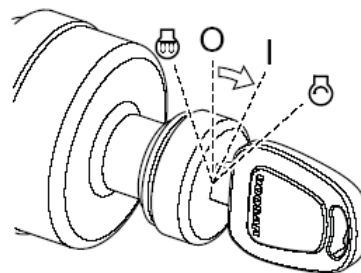

Рис. 2
4. Повернуть ключ стартера в положение "I" (Включен), рис. 2. Проверить все световые индикаторы. Предупреждающий сигнал будет звучать в течение 2 секунд. Через 2 секунды все световые индикаторы, кроме перечисленных ниже, должны выключиться.